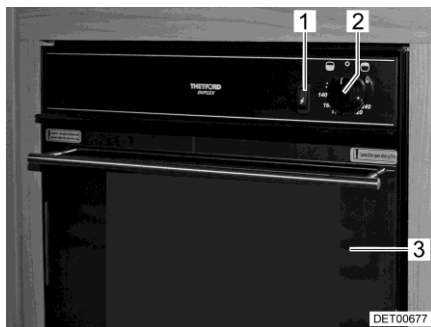
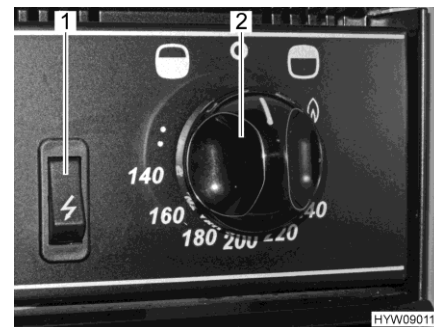

Bild 123 Gasugn med grill
Bild 124 Reglage (gasugn med grill)
- Öppna ugnsluckan (Bild 123,3) helt.
- Tryck vridregulatorn (Bild 123,2 och Bild 124,2) och ställ den moturs (i riktning mot ugn-symbolen "🔥") till maximal ställning.
- Tryck på vridregulatorn (Bild 123,2 och Bild 124,2) under 5 till 10 sekunder. Gasen strömmar till brännaren.
- Tryck på tändaren (Bild 123,1 och Bild 124,1) tills lågan tänds.
- Tryck vridregulatorn (Bild 123,2 och Bild 124,2) och ställ den medurs (i riktning mot grill-symbolen "🔥") till flammans symbol.
- Vrid med vridregulatorn (Bild 123,2 och Bild 124,2) till "O". Flammen slocknar.